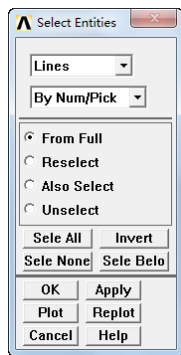

图 10-63 “Select Entities”对话框
①依次选择 Utility Menu→Select→Everything。
②依次选择 Utility Menu→Plot→Lines, 重新绘制直线。
③依次选择 Utility Menu→Select→Entities, 会弹出“Select Entities”对话框。在第一个下拉框中选择“Lines”, 在第二个下拉框中选择“By Num/Pick”, 在第三个单选框中选择“From Full”, 如图 10-63 所示, 单击“OK”按钮, 会弹出“Select Lines”对话框, 选择线段 L17 和 L20, 单击“OK”按钮关闭对话框。
⑥依次选择 Utility Menu→Select→Entities, 会弹出“Select Entities”对话框。在第一个下拉框中选择“Lines”, 在第二个下拉框中选择“By Num/Pick”, 在第三个单选框中选择“From Full”, 如图 10-63 所示, 单击“OK”按钮, 会弹出“Select Lines”对话框, 选择线段 L18 和 L19, 单击“OK”按钮关闭对话框。
⑨依次选择 Utility Menu→Select→Entities, 会弹出“Select Entities”对话框。在第一个下拉框中选择“Lines”, 在第二个下拉框中选择“By Num/Pick”, 在第三个单选框中选择“From Full”, 如图 10-63 所示, 单击“OK”按钮, 会弹出“Select Lines”对话框, 选择线段 L2、L5 和 L11, 单击“OK”按钮关闭对话框。
一个下拉框中选择“Lines”，在第二个下拉框中选择“By Num/Pick”，在第三个单选框中选择“From Full”，如图 10-63 所示，单击“OK”按钮，会弹出“Select Lines”对话框，选择线段 L4、L7 和 L9，单击“OK”按钮关闭对话框。
⑮依次选择 Utility Menu→Select→Entities，会弹出“Select Entities”对话框。在第一个下拉框中选择“Lines”，在第二个下拉框中选择“By Num/Pick”，在第三个单选框中选择“From Full”，如图 10-63 所示，单击“OK”按钮，会弹出“Select Lines”对话框，选择线段 L1、L3、L6、L8、L10 和 L12，单击“OK”按钮关闭对话框。
⑱依次选择 Utility Menu→Select→Entities，会弹出“Select Entities”对话框。在第一个下拉框中选择“Lines”，在第二个下拉框中选择“By Num/Pick”，在第三个单选框中选择“From Full”，如图 10-63 所示，单击“OK”按钮，会弹出“Select Lines”对话框，选择线段 L13，单击“OK”按钮关闭对话框。
㉑依次选择 Utility Menu→Select→Entities，会弹出“Select Entities”对话框。在第一个下拉框中选择“Lines”，在第二个下拉框中选择“By Num/Pick”，在第三个单选框中选择“From Full”，如图 10-63 所示，单击“OK”按钮，会弹出“Select Lines”对话框。
②④ 依次选择 Utility Menu→Select→Entities, 会弹出“Select Entities”对话框。在第一个下拉框中选择“Lines”, 在第二个下拉框中选择“By Num/Pick”, 在第三个单选框中选择“From Full”, 如图 10-63 所示, 单击“OK”按钮, 会弹出“Select Lines”对话框, 选择线段 L14 和 L16, 单击“OK”按钮关闭对话框。
一个下拉框中选择“Lines”，在第二个下拉框中选择“By Num/Pick”，在第三个单选框中选择“From Full”，如图 10-63 所示，单击“OK”按钮，会弹出“Select Lines”对话框，选择线段 L1、L3、L6、L8、L10、L12、L13、L15、L17、L18、L19 和 L20，单击“OK”按钮关闭对话框。
⑤“Apply VELO load on nodes”对话框中，在“VX a Load value”输入框输入 0，在“VY a Load value”输入框输入 0，其余采用默认设置，单击“OK”按钮关闭该对话框。
⑥依次选择 Utility Menu→Select→Entities，会弹出“Select Entities”对话框。在第一个下拉框中选择“Lines”，在第二个下拉框中选择“By Num/Pick”，在第三个单选框中选择“From Full”，如图 10-63 所示，单击“OK”按钮，会弹出“Select Lines”对话框，选择线段 L7，单击“OK”按钮关闭对话框。
⑪ 依次选择 Utility Menu→Select→Entities，会弹出“Select Entities”对话框。在第一个下拉框中选择“Lines”，在第二个下拉框中选择“By Num/Pick”，在第三个单选框中选择“From Full”，如图 10-63 所示，单击“OK”按钮，会弹出“Select Lines”对话框，选择线段 L4，单击“OK”按钮关闭对话框。
⑮依次选择 Utility Menu→Select→Entities，会弹出“Select Entities”对话框。在第一个下拉框中选择“Lines”，在第二个下拉框中选择“By Num/Pick”，在第三个单选框中选择“From Full”，如图 10-63 所示，单击“OK”按钮，会弹出“Select Lines”对话框，选择线段 L9，单击“OK”按钮关闭对话框。
㉑依次选择 Utility Menu→Select→Entities，会弹出“Select Entities”对话框。在第一个下拉框中选择“Lines”，在第二个下拉框中选择“By Num/Pick”，在第三个单选框中选择“From Full”，如图 10-63 所示，单击“OK”按钮，会弹出“Select Lines”对话框，选择线段 L14，单击“OK”按钮关闭对话框。